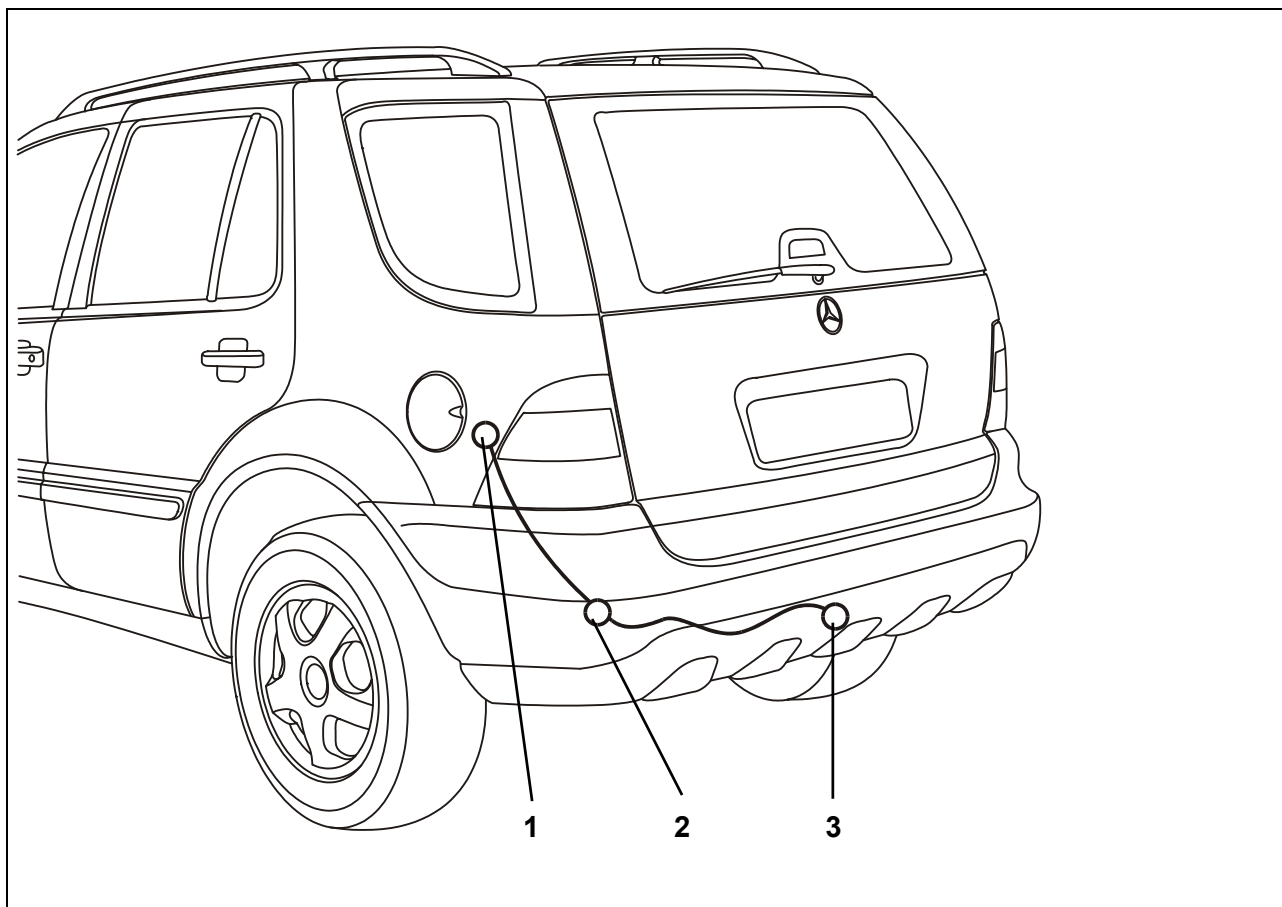

Fig. 1 - Schema di montaggio
3. Infilare il terminale del fascio di cavi attraverso l'apposita apertura, partendo dal bagagliaio, verso l'esterno sino alla lamiera portapresa (fig. 1/3).
4. Infilare la bussola di gomma nel foro di passaggio cavi (fig. 1/2).
8. Fissare la presa al supporto (fig. 1/3) mediante le viti ed i dadi forniti in dotazione.
10. Collegare insieme la spina a 16 poli (fig. 1/1) ed il relativo connettore (si trova in prossimità del tubo del serbatoio) e fissare.